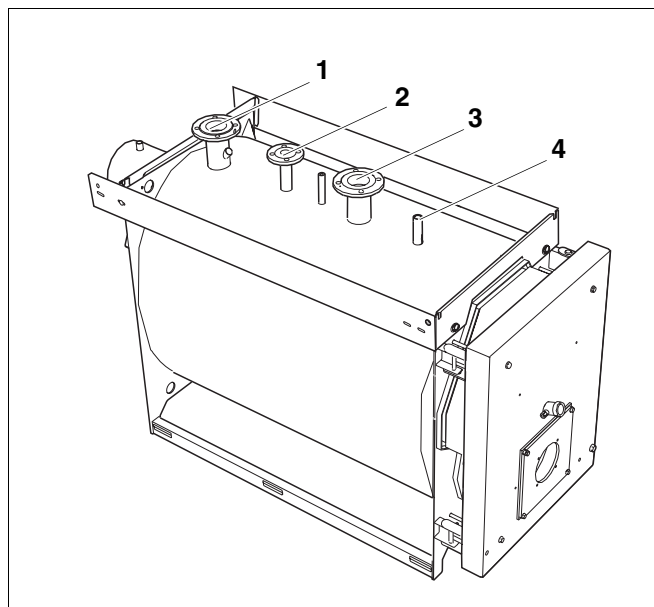

Рис. 18 Отопительный котел Logano S635
- Подсоединить подающую линию системы отопления к месту ее подключения на отопительном котле (рис. 18, поз. 1).
из-за ошибочного подключения компонентов к предохранительной подающей линии (рис. 18).
- К подающей предохранительной линии не допускается подключать бак-водонагреватель или какой-либо другой отопительный контур (рис. 18).
- Закрепить предохранительный клапан 4 болтами к месту подключения подающей предохранительной линии (VSL) (рис. 18, поз. 2).
- Подключить коллектор со штуцерами к предназначенному для него месту (рис. 18, поз. 4). Соблюдайте указания специальной инструкции по монтажу коллектора.